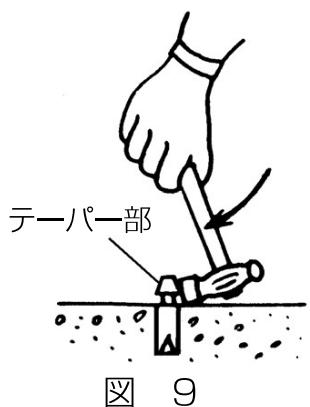

図 9
(5) 手ハンマなどでアンカーのテーパー部を折り取ります。(図 9)